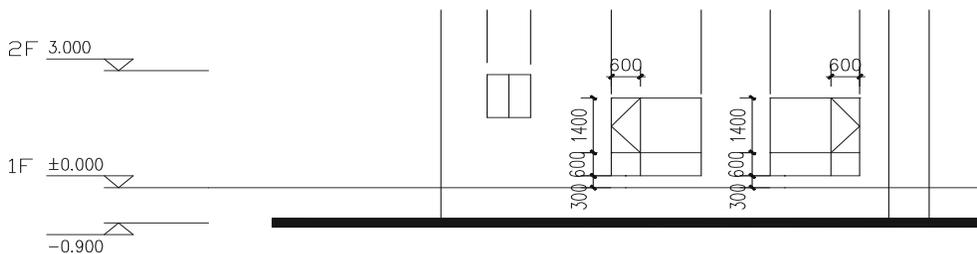

图 12-1-19
**STEP 07** 参照第 (5) (6) 步的操作使用偏移命令 OFFSET 将  $\pm 0.000$  位置的水平线分别依次向上偏移 300、2000，并使用修剪命令 TRIM 对其进行修剪，得到左边凸窗的外轮廓线。
**STEP 08** 使用绘制直线命令 LINE 和偏移命令 OFFSET 等绘制凸窗内的线段 如图 12-1-19 所示。